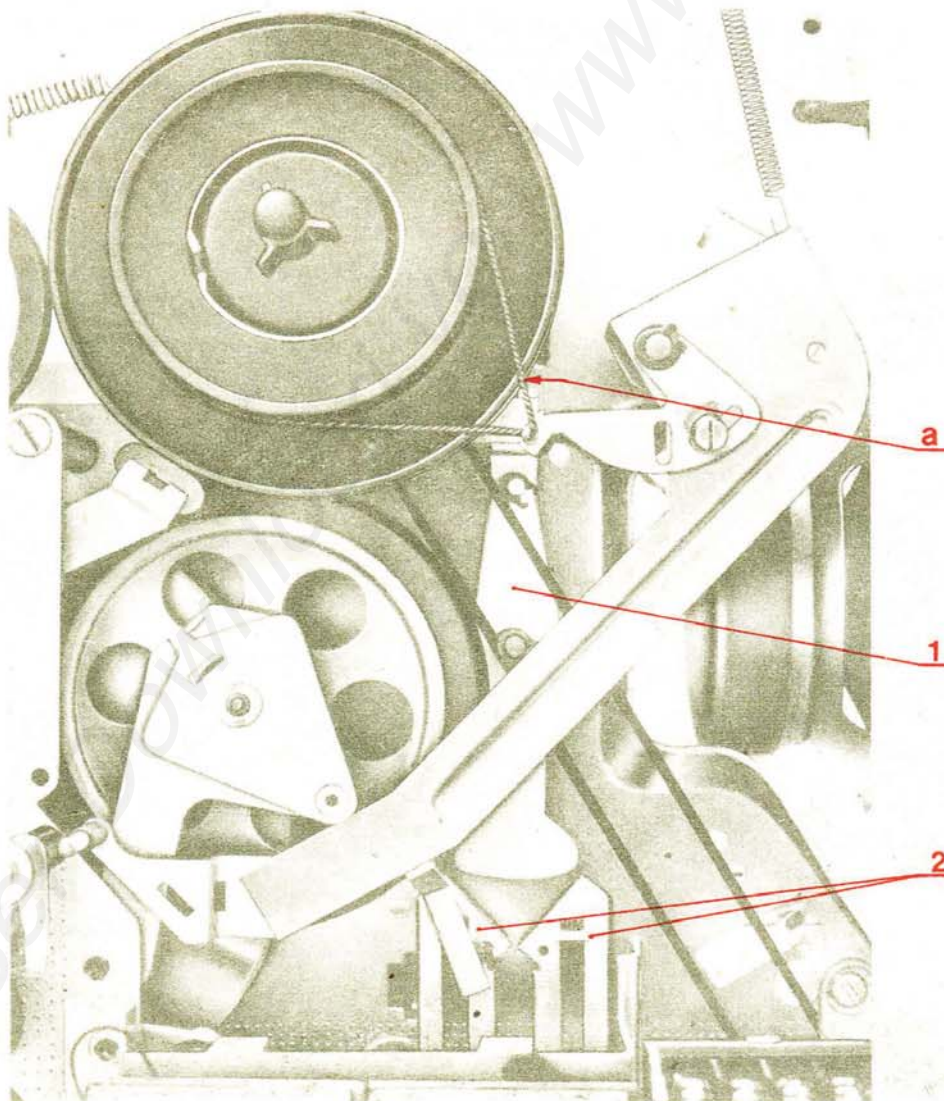

Bild 17
- der Kipphellenker (1) soll nach Möglichkeit genau mittig zwischen den Anlenknasen der Stössel (2) stehen - Korrektur durch entsprechendes Zurechtbiegen der Spangenfeder-Anschlaglappen im Chassisblech, an der im Bild 17 mit "a" gekennzeichneten Stelle;